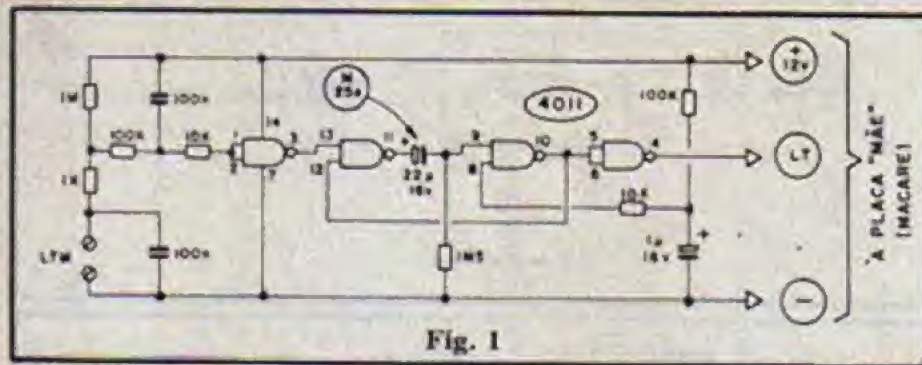

Fig. 1
- FIG. 1 - Diagrama esquemático
porcionada pela "carência" de Saída (de 90 a 100 segundos, no original...), representada no gráfico 7-A pela marca (TS) a duração da memória tem que ser forçosamente **menor** do que a temporização de Saída... É por tal razão que escolhemos o tempo TM na casa de 22 a 25 segundos, uma condição confortavelmente **intermediária** entre o TS (90 a 100 segundos) e o TE (10 segundos), preservando assim todas as características desejáveis da MACARE original e, ao mesmo tempo, acrescentando a segurança da memorização **também** na Entrada Temporizadora! O Leitor/Hobbysta mais "avançadinho" e que gosta de modificar as coisas de acordo com suas idéias e necessidades, deve lembrar **sempre** que o TM **tem** que apresentar um valor **intermediário** entre o TE e o TS e que, simultaneamente, deve ser "tão longe" do TS quanto for possível, caso contrário "sobrará" muito tempo de "carência real" para a efetiva saída do usuário da casa, após o instante de "ligamento" da MACARE/MOMELT! Re-olhando a figura 1 - pág. 15 - APE12 (esquema da MACARE) e observando a fig. 1 do presente MOMELT, ter sempre em conta que os capacitores eletrolíticos responsáveis pelas diversas temporizações estão, em todos os casos, nitidamente indicados, e a **razão** das ditas temporizações